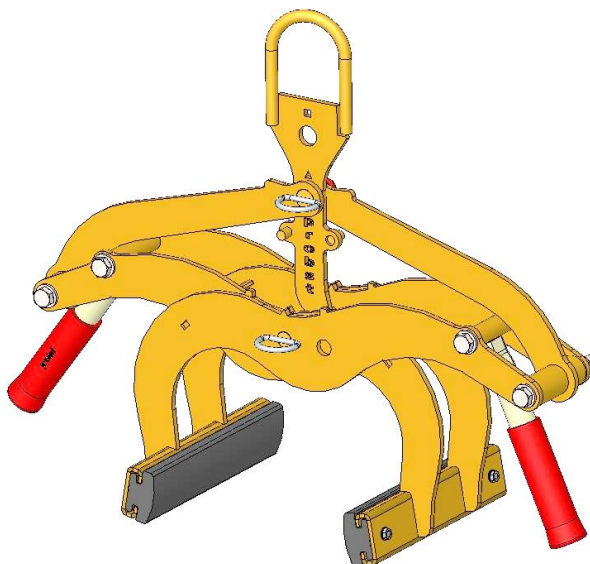
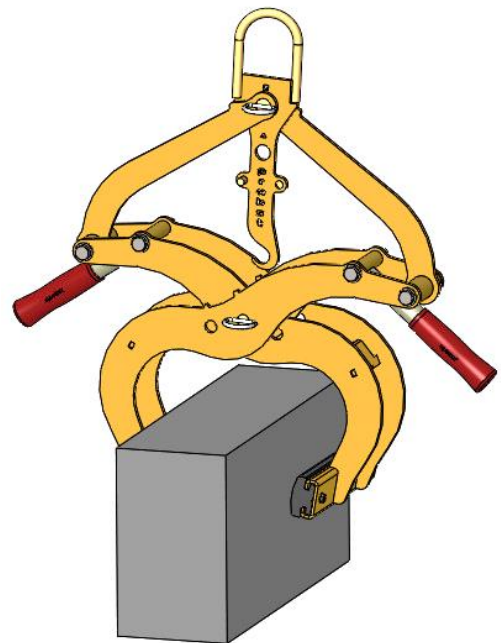

Abb.2
Abb.3
- Für diesen Greifbereich müssen die Dreieck ▲-Kennzeichnungen an den Greifarmen (in der Mitte des Gerätes) **deckungsgleich** sein (Abb. 2) und am *Verriegelungshaken* (2) muss die Dreieck ▲-Kennzeichnung über dem *Steckbolzen mit Klappsplint* (7) positioniert werden (Abb. 3).
- Um die Greifbereichseinstellung vorzunehmen, wird der *Steckbolzen mit Klappsplint* (6) bzw. der *Steckbolzen mit Klappsplint* (7) entfernt.
- Nachdem der Greifbereich eingestellt wurde, muss das Gerät wieder mit dem *Steckbolzen mit Klappsplint* (7) bzw. mit *Sicherheitsbolzen* (6) gesichert werden.
- Für diesen Greifbereich müssen die Viereck ■-Kennzeichnungen an den Greifarmen (in der Mitte des Gerätes) **deckungsgleich** sein (Abb. 2) und am *Verriegelungshaken* (2) muss die Viereck ■-Kennzeichnung über dem *Steckbolzen mit Klappsplint* (7) positioniert werden (Abb. 3).
- Um die Greifbereichseinstellung vorzunehmen, wird der *Sicherheitsbolzen* (6) sowie der *Steckbolzen mit Klappsplint* (7) entfernt.